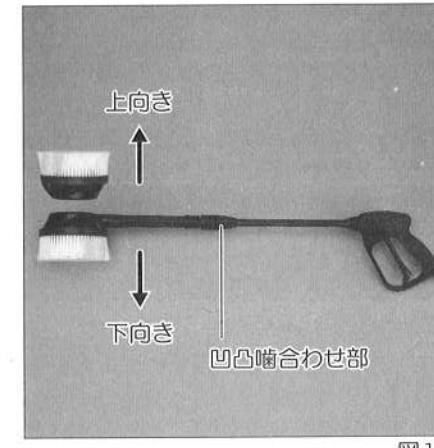

図13
- ・回転ブラシの取付け(図13参照)
- ①ターボノズルを外し、ガンに接続された延長ノズルにしてください。
- ②9ページノズルの取付け方法を参照して下さい。